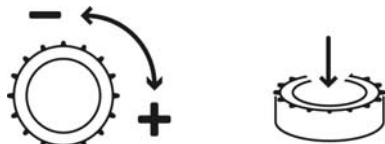

Fig. 11: Bruk av betjeningsknappen
**$n=f(AI)$  (manuell drift – se fig. 11)**
- **LCD-displayet** viser driftstilstandene på pumpene, regulatoren og frekvensomformereren. Menyvalg og parameterinntasting gjøres med betjeningsknappen. For å endre verdier eller rulle gjennom et meny-nivå dreies knappen, for å velge og bekrefte trykkes den (fig. 11).